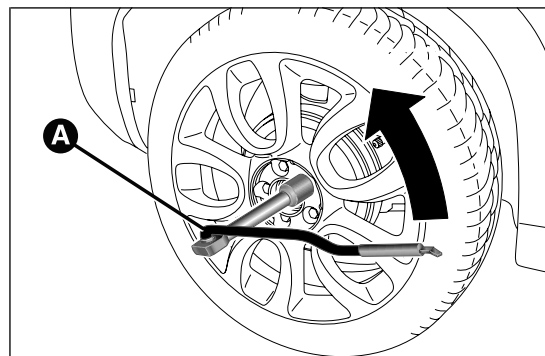

fig. 147
- ☐ tomar la llave A fig. 147 y aflojar una vuelta los tornillos de fijación. Para las versiones con llantas en aleación, mover el vehículo para facilitar la separación de la llanta del cubo de la rueda;
- ☐ introducir la llave A fig. 147 en el gato para extenderlo, hasta que la parte superior B se introduzca correctamente en el larguero C (a la altura de la marca indicada en el mismo larguero);
- ❑ tomar la llave A fig. 147 y apretar a fondo los tornillos de fijación;